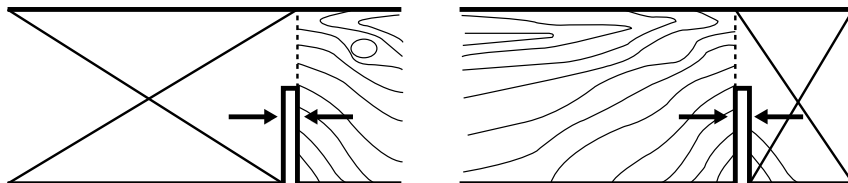

Fig. 12
- > Tenez compte de l'épaisseur du trait de scie lorsque vous effectuez des coupes le long de lignes tracées. Ne coupez pas directement sur la ligne, mais juste à côté de celle-ci (Fig. 12).